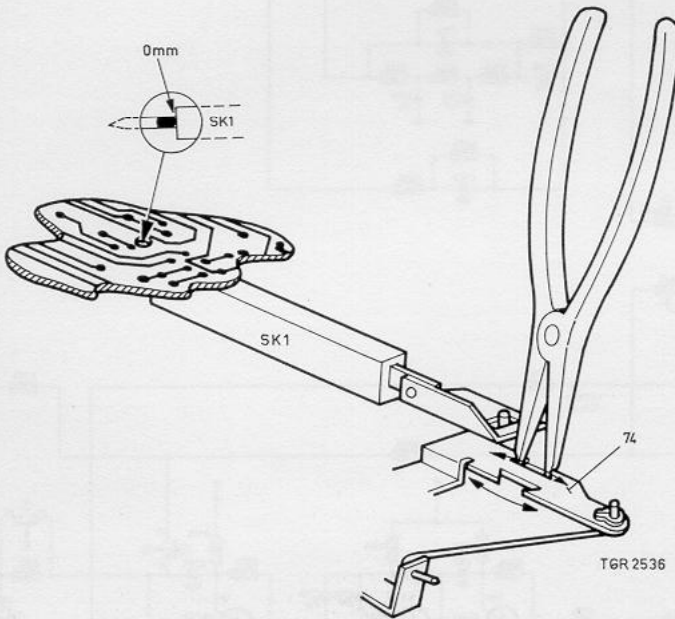

Fig. 10
Schakelaar SK1 (zie fig. 10)
- De schuif van schakelaar SK1 moet zodanig worden ingesteld, dat de afstand tussen het eerste markeervlakje op de schuif en het schakelaarhuis 0 mm bedraagt, zie fig. 10. (markeervlakje is via een gaatje in de printplaat zichtbaar). Dit is in te stellen door b.v. met een grote klemringentang beugel 74 te verbuigen.